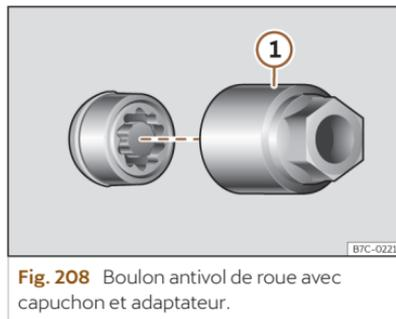

Fig. 208 Boulon antivol de roue avec capuchon et adaptateur.
- Encastrez l'adaptateur spécial >>> **fig. 208** ① (outillage de bord >>> page 299) sur le boulon de roue antivol jusqu'à la butée.